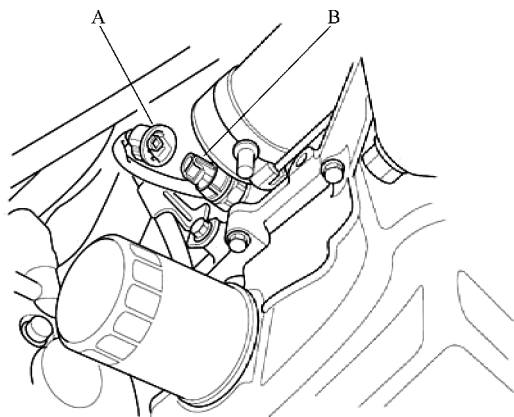

图 22-9 断开机油压力开关插接器
- 1) 从机油压力开关 B 上断开机油压力开关插接器 A，如图 22-9 所示。